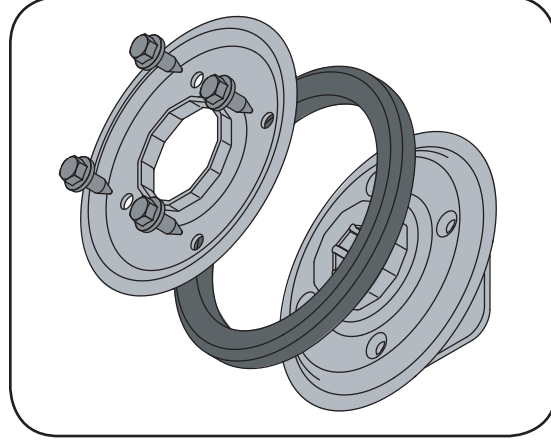

Figure 6-16
- Enlevez les quatre vis qui maintiennent les plaques latérales de la roue de freinage. Voir la Figure 6-16.